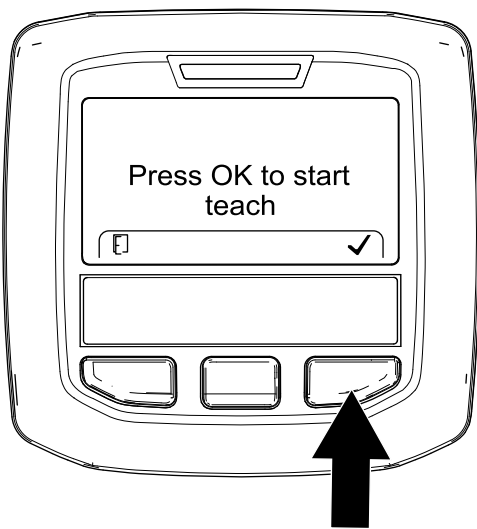

图 67
5. 在“按确认以开始设置”屏幕上 图 67 按右侧 InfoCenter 信息中心按钮。